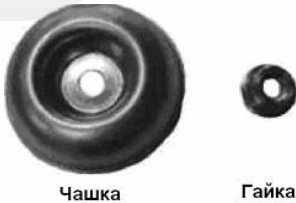

Рисунок 4
- зніміть чашу з валу, залишивши маточину (рис.4);